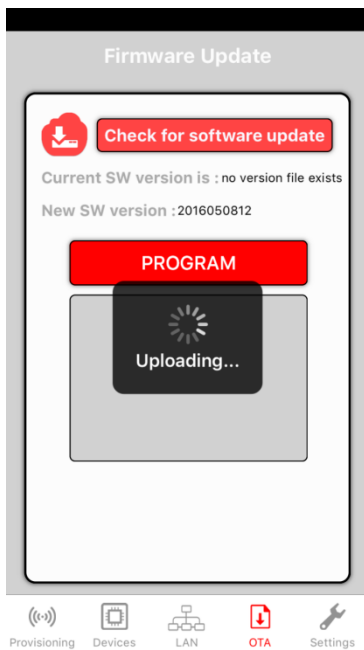
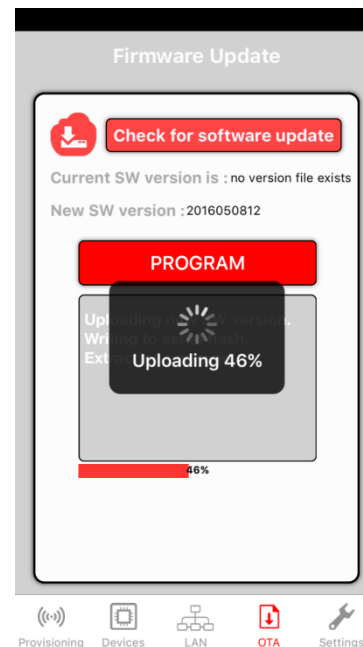

图 26. 移动应用程序 OTA 已启动
图 27. 移动应用程序 OTA 正在运行
4. 如果已下载新软件版本，请单击程序 (PROGRAM) 按钮启动软件更新（请参见图 26 和图 27）。